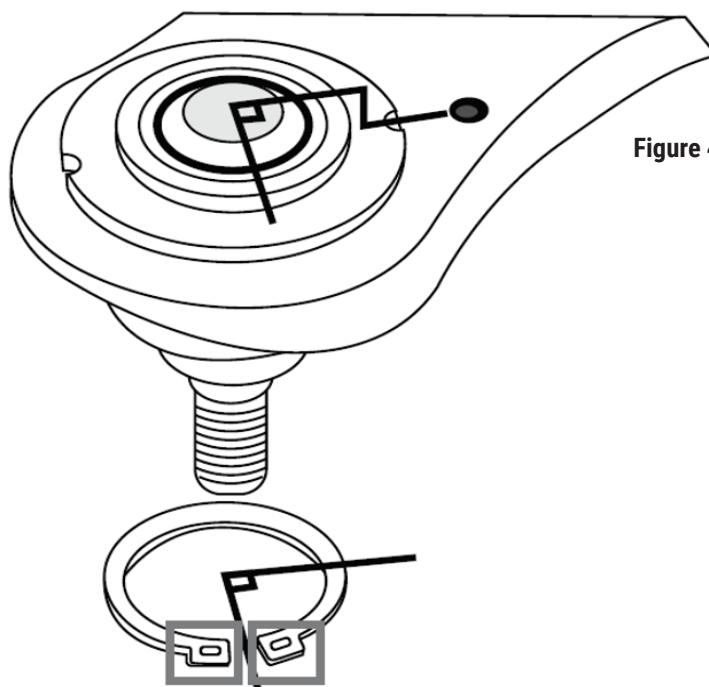

Figure 4.
- Les trous des anneaux de retenue doivent être orientés à 90° par rapport aux repères. **Voir la Figure 4.**